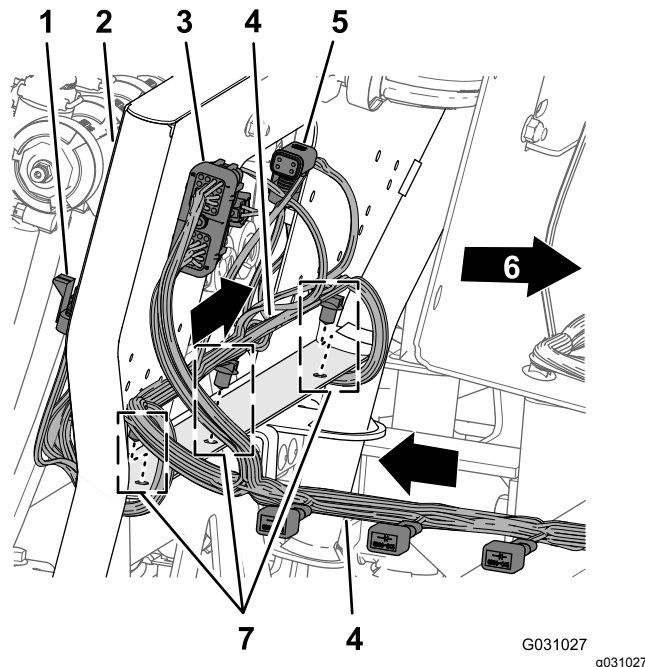

Figura 99
1. Passe a secção com 203 cm da cablagem pela traseira da montagem das 10 válvulas com os 10 conectores para as válvulas do bico para trás e por baixo das válvulas (Figura 99).
2. Insira os três fixadores de pressão da secção com 203 cm da cablagem nos orifícios na flange inferior da montagem da válvula 10 (Figura 99).